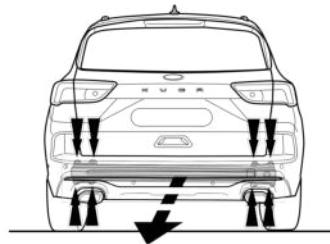

Fig. 1
- Снять бампер вместе со буферным бруском автомобиля. Буферный брус больше не понадобится. Поставить гайки на место. См. рисунок 1.